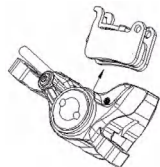
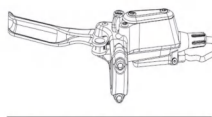

Abbildung 2-5 Entnahme/Montage der Bremsbeläge und Zubehörteile
Abbildung 2-6 Bremsflüssigkeitsbehälter parallel zum Boden ausgerichtet
② Nehmen Sie das Rad ab und entfernen Sie die Bremsbeläge aus dem Bremssattelkörper (wie in Abbildung 2-5 gezeigt).
③ Reinigen Sie den Kolben und seine Umgebung gründlich.
④ Stellen Sie das Fahrrad so auf, dass der Bremsflüssigkeitsbehälter waagrecht zum Boden steht, und schrauben Sie den Verschluss des Behälters ab (wie in Abbildung 2-6 gezeigt).
⑤ Drücken Sie den Kolben bis zum Anschlag nach unten, ohne ihn zu verkanten oder hervorstehen zu lassen (Bremsflüssigkeit könnte aus dem Behälter austreten, seien Sie vorsichtig).
⑥ Montieren Sie die neuen Bremsbeläge und setzen Sie das Rad wieder ein.
⑦ Betätigen Sie den Bremshebel mehrmals, um sicherzustellen, dass er unter Druck steht.
⑧ Stellen Sie sicher, dass die Bremsbeläge die Bremsscheibe nicht behindern, und befestigen Sie das Rad sicher.
⑨ Ziehen Sie den Verschluss des Bremsflüssigkeitsbehälters fest und bringen Sie den Bremshebel wieder in die ursprüngliche Fahrposition.
Bremsscheibe behindern, befolgen Sie die Schritte zum Austausch der Bremsbeläge (wie in Abbildung 2-5 gezeigt).